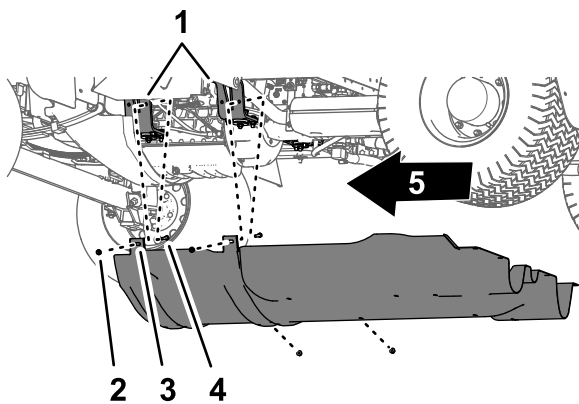

図 65
2. キャリッジ下シュラウドの取り付けタブをエンジン搭載ブラケットに固定しているボルトおよびキャリッジボルトのフランジロックナット5/16" 4個を取り外す 図 65。
4. キャリッジ下シュラウドを機体から取り外す 図 64 と 図 65。
1. キャリッジ下シュラウドを車体の下シャーシに合わせる 図 65 キャリッジ下シュラウドを取り外す (ページ 48) を参照。
2. エンジン搭載ブラケットのところで、ボルトとキャリッジボルトの上からキャリッジ下シュラウドの取り付けタブを入れる 図 65 キャリッジ下シュラウドを取り外す (ページ 48) を参照。
3. キャリッジ下シュラウドを、エンジン搭載ブラケットとボルトに組み付ける 図 65 ステップ 2 キャリッジ下シュラウドを取り外す (ページ 48) で外したフランジロックナット (5/16") 4個を使用する。